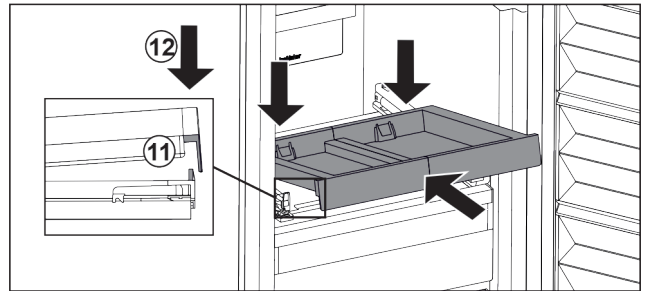

Fig. 127
- ▶ Schräg einschieben. Darauf achten, dass auf beiden Seiten der Anschlag hinter der Lasche ist. Fig. 127 (11)
- ▶ Auszugsbord vorne absetzen. Fig. 127 (12)